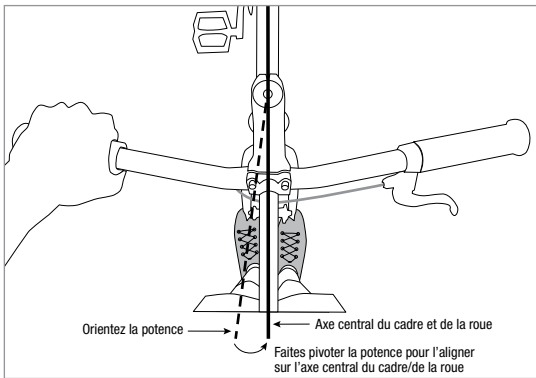

Figure 2
8. Alignez la potence avec le cadre/la roue avant (Fig. 2). Une fois les éléments alignés, utilisez une clé dynamométrique et une douille hexagonale pour serrer à tour de rôle les deux boulons de fixation de la potence selon le couple figurant sur cette dernière.